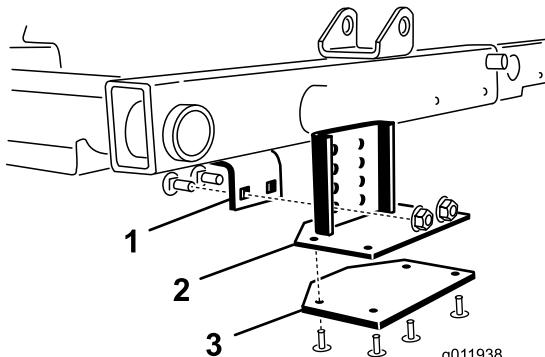

Figura 8
2. Localice el soporte del bastidor encima de la unidad de corte central (Figura 8).
3. Presione hacia abajo sobre el rodillo delantero de la unidad de corte central, y determine qué taladros del soporte basculante quedan alineados con los taladros del soporte del bastidor para obtener el mismo contacto del rodillo al instalarse el soporte basculante (Figura 8).
4. Baje las unidades de corte y Monte el soporte basculante al bastidor con los 2 pernos y tuercas suministrados con el kit (Figura 8).